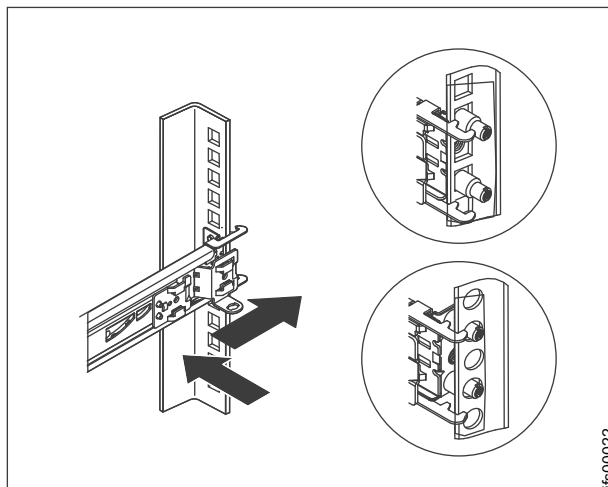

図 28. スライド・レールの後部端の取り付け
4. ラックの前面で、スライド・レールの後部の 2 つのピンを、ラック背面の選択した U の位置に合わせます。ピンが穴に入るようにレールを押し、レールをラック内にスライドさせて、スライド・レールの後部をラックにロックします。図 28を参照してください。